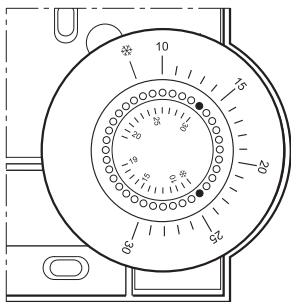

Fig. 16: Limitarea domeniului de reglare
- ▶ Așezați cele două știfturi mici în găurile roțiței de reglare pentru a limita domeniul de reglare (vezi Fig. 16). Orientați-vă după scala interioară:
În Fig. 16, știfturile sunt introduse astfel încât roțița de reglare poate fi folosită în domeniul dintre 19 °C și protecția la înghețare \* (limita inferioară) și 19 °C la 30 °C (limita superioară) numai în jurul valorii de 19 °C.